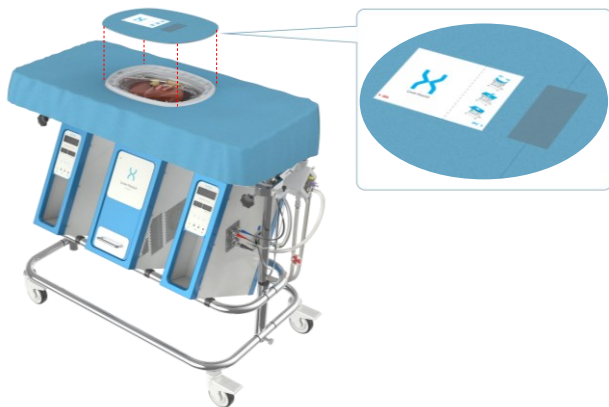

Figura 29: Posizionamento del telo sterile aggiuntivo.
- Posizionare il telo sterile aggiuntivo sul reservoir e assicurarsi che l’orientamento sia corretto, come segnalato dagli indicatori HA e PV sui due lati dell’etichetta (vedere *Figura 29*).
- Se è stato applicato il telo sterile aggiuntivo, aprirlo strappando delicatamente il nastro blu, quindi aprire il telo secondo le istruzioni sull'etichetta (vedere Figura 29).